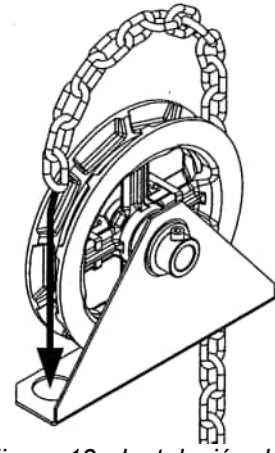

Figura 13 - Instalación de la cadena en la polea
1. Pasar la cadena manual a través de la polea de cadena y por medio de la guía de cadena (ver la Figura 13).